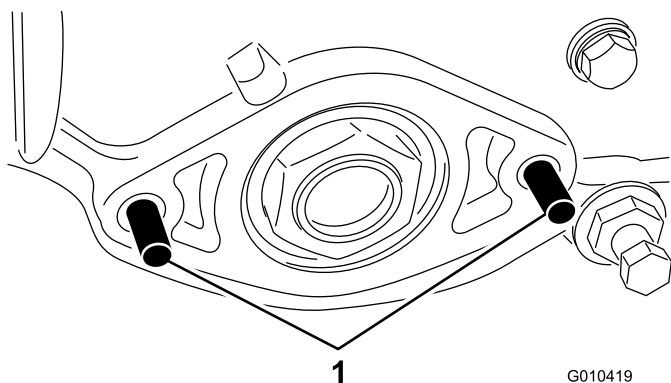

Figura 4
7. Instale 2 pernos (M8) a través de la placa lateral izquierda, según se muestra en Figura 4.